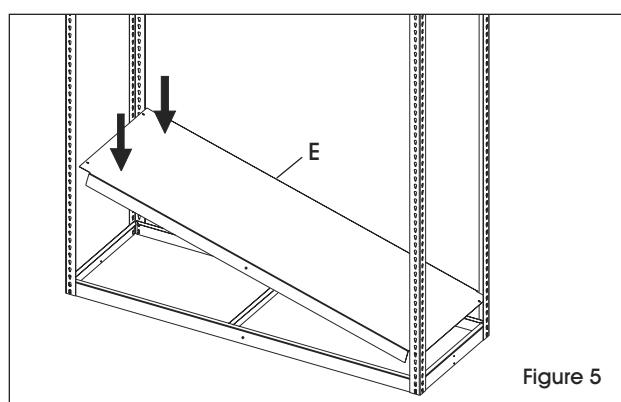

Figure 5
5. Déposez la tablette d'acier du bas (E) sur le support de tablette de façon à ce que les rebords avant et arrière chevauchent les supports avant/arrière. (Voir Figure 5)